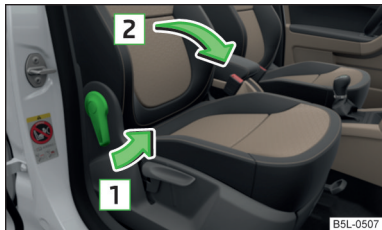

Fig. 58
- Pour le **rabattement vers l'avant**, tirez le levier dans le sens de la flèche **1** et rabattez le dossier du siège dans le sens de la flèche **2** » fig. 58. Le verrouillage doit s'enclencher de façon audible.